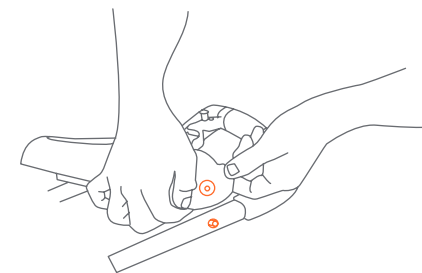

Fig. 7
- 7) • Pour attacher le plateau parents, aligner les raccords sur les extrémités du plateau avec les raccords sur l'extérieur de la poignée. Tirez vers l'extérieur les bords du plateau tout en poussant vers le bas pour insérer les broches du manche dans les trous du plateau. Veuillez faire attention de ne pas pincer vos doigts lors de l'installation du plateau à parents (Fig. 7).